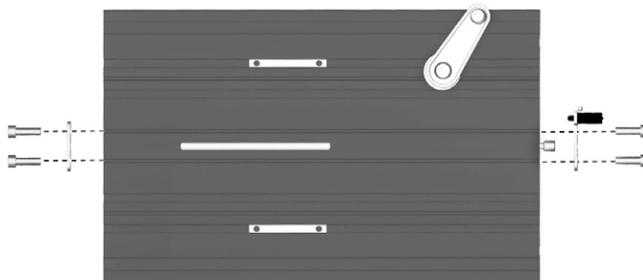

Abbildung 157. Die Halterungen der Einstellstange sind mit jeweils zwei Schrauben befestigt.
8. Halterungen der Einstellstange abmontieren, die mit je zwei Schrauben befestigt sind. Siehe Abbildung. 157.